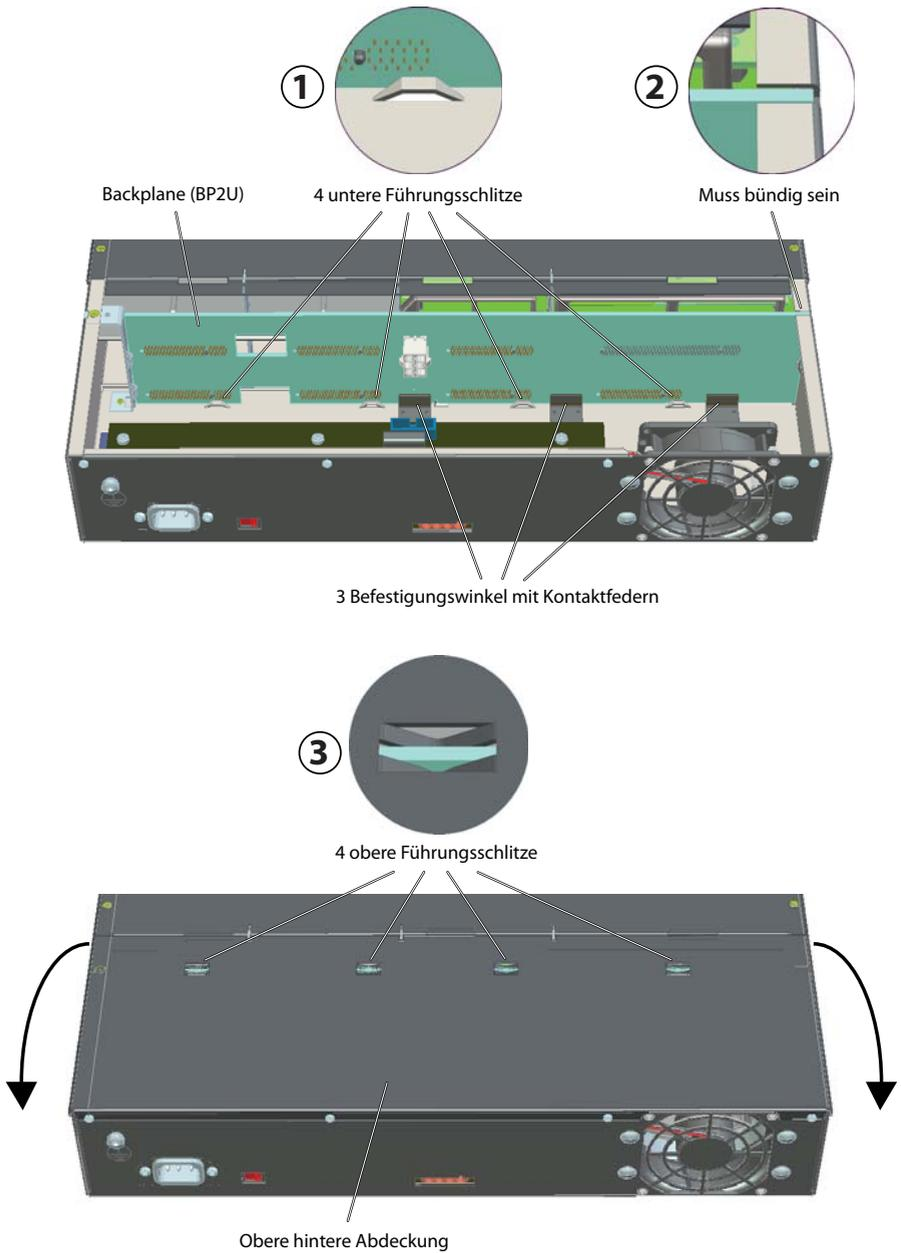

Fig. 20 Korrekter Sitz der Backplane BP2U
6. Montieren Sie die obere, hintere Gehäuseabdeckung. Beachten Sie dabei unbedingt die Hinweise zum korrekten Sitz der Backplane BP2U auf Seite 106 und die dazugehörige Grafik (Fig. 20).
- Kontrollieren Sie den richtigen Sitz der Backplane in den 4 unteren Führungsschlitzen. In jedem Fall müssen Sie die Backplane leicht nach unten drücken, da die Kontaktfedern einen gewissen Gegendruck hinter den Befestigungswinkeln erzeugen (siehe ① in Fig. 20).
- Prüfen Sie, ob die Backplane nicht aus dem Gehäuseoberteil herausragt (siehe ② in Fig. 20).
- Achten Sie beim Schliessen der oberen hinteren Abdeckung, dass die Backplane korrekt in den 4 oberen Führungsschlitzen sitzt. Der Deckel sollte sich spannungsfrei und ohne Biegen schließen lassen (siehe ③ in Fig. 20).